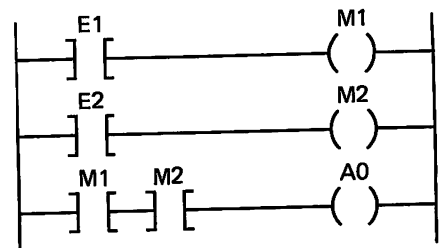

Bild F7.2
a) Den Kontaktplan zeigt Bild F7.2